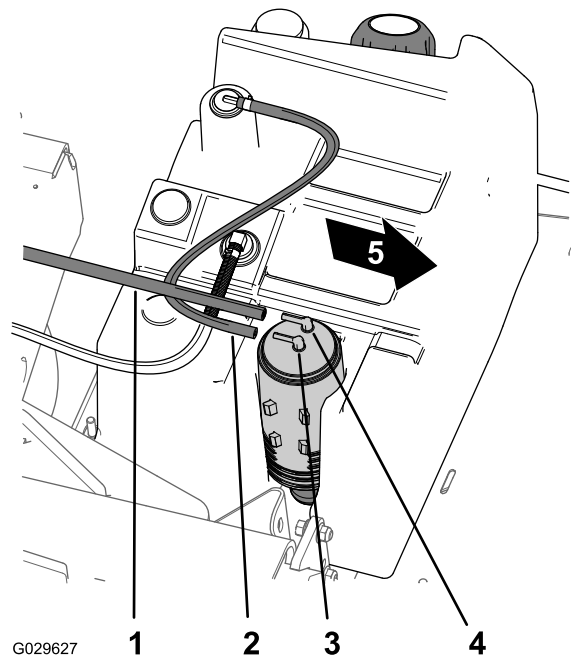

Figura 53
2. Rimuovete il flessibile del serbatoio del carburante dal raccordo sul canister a carboni attivi contrassegnato con Fuel Tank (serbatoio del carburante) (Figura 53).
1. Rimuovete il flessibile di aspirazione dal raccordo sul canister a carboni attivi contrassegnato con Purge (spurgo) (Figura 53).
8. Montate il flessibile di aspirazione sul raccordo sul canister a carboni attivi contrassegnato con Purge e il flessibile del serbatoio del carburante sul raccordo contrassegnato con Fuel Tank (Figura 53).